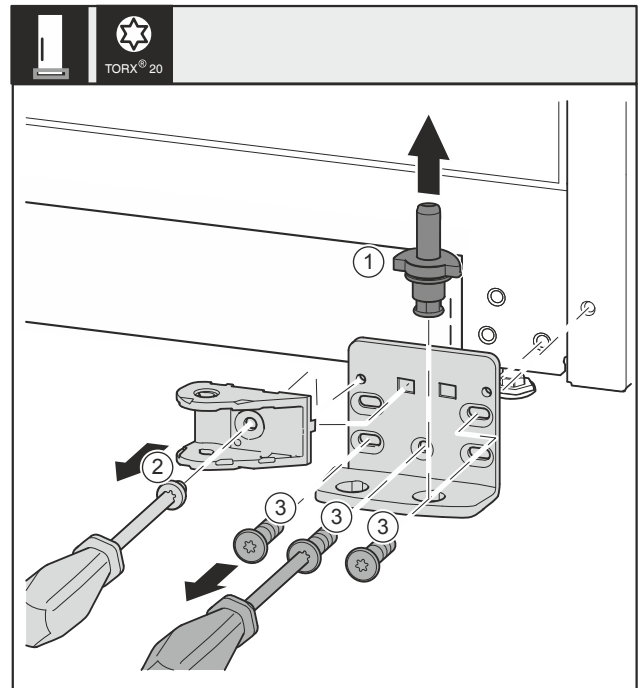

Fig. 32 *
- Træk lejebolten Fig. 32 (1) helt op.*
- Skru skruen Fig. 32 (2) ud med en skruetrækker, og tag lukkedæmperforbindelsen af.*
- Skru skruerne Fig. 32 (3) ud med en skruetrækker, og tag hængslet af.*